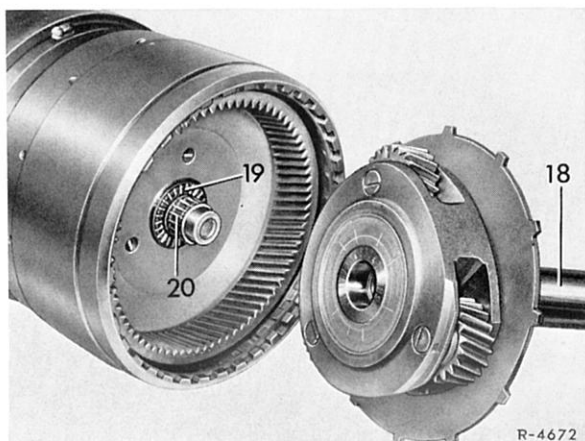

Bild 27-2/1
1 Abtriebswelle (18) samt hinterem Planetenradträger abnehmen (Bild 27-2/1).